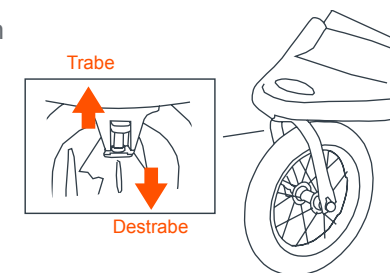

Fig. 12
- 12) • La rueda delantera está equipada con un mecanismo de bloqueo de giro. Empuje la palanca rueda hacia arriba para enganchar el pestillo y empuje hacia abajo para desenganchar el mecanismo de bloqueo (Fig. 12).